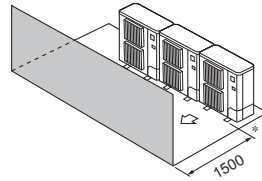

Fig. 3-13
- ③ Yalnızca öndeki engeller (Fig. 3-13)